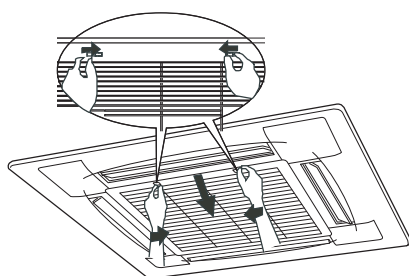
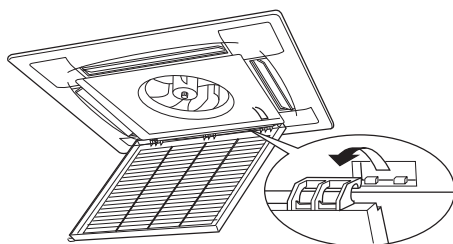

Fig.6-1
Fig.6-2
- ♦ Empurre simultaneamente os encaixes da grelha, como mostra a Fig.6.1. Depois, incline para baixo a grelha de entrada de ar (juntamente com o filtro de ar, como mostrado na Fig. 6.2).
2. Retire entrada de ar para baixo (juntamente com o filtro de ar tal e como mostrado na Fig.6-2.)